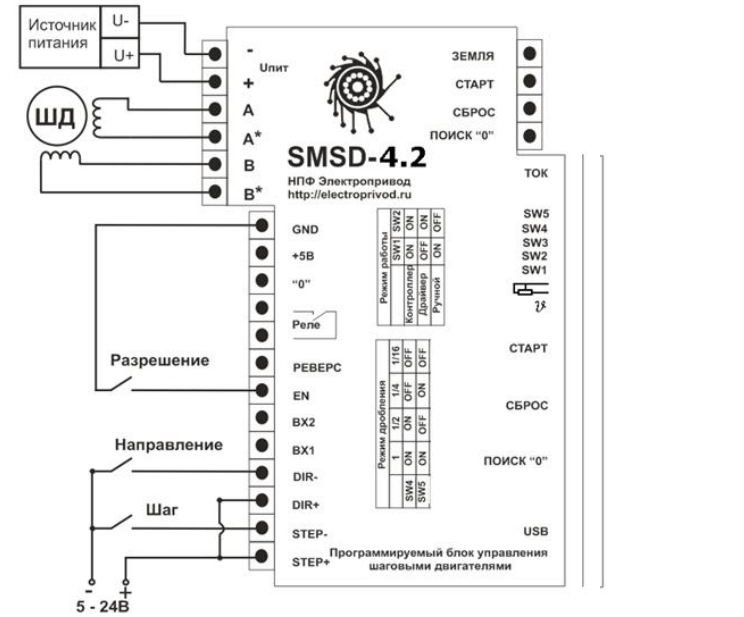
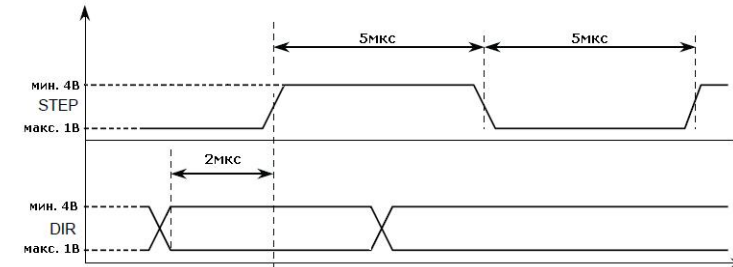

Рис.3. Схема подключения блока в режиме драйвера.
Рис. 7. Осциллограмма управляющих сигналов.
- **В режиме драйвера** (подключение по схеме на рис. 3) подавайте нужную последовательность сигналов «ШАГ» и «НАПРАВЛЕНИЕ» на входы «STEP», «DIR», используйте сигнал «EN» для снятия питания с обмоток двигателя. Осциллограмма управляющих сигналов приведена на рис. 7.